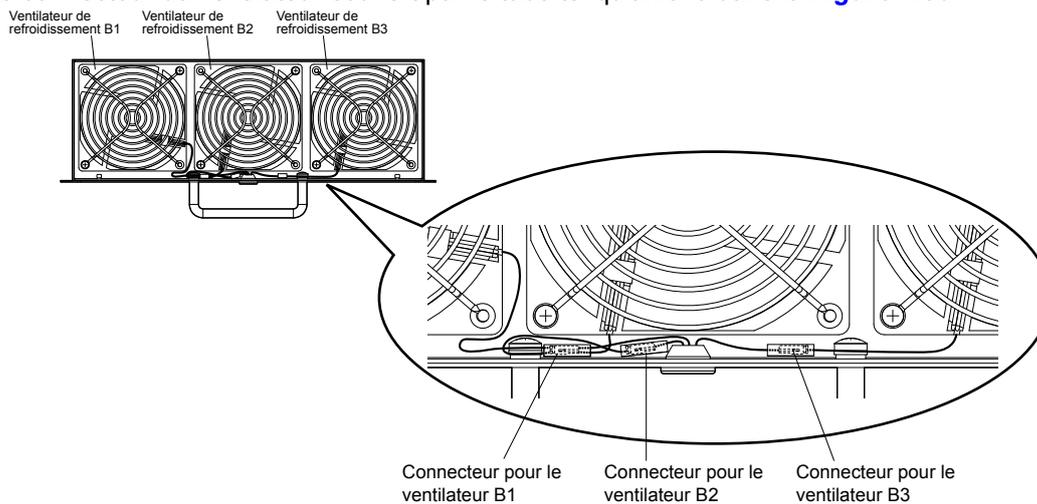

Figure 7.30 Câblage du ventilateur de refroidissement: 4A0414
2. Placer le connecteur du ventilateur couvert par le tube tel qu'affiché dans la Figure 7.30.